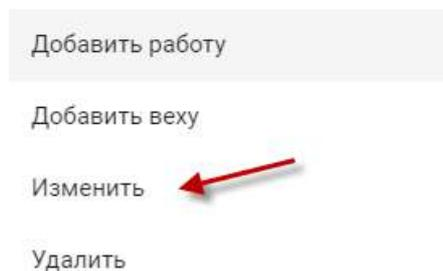

Рисунок 79 — Пункты меню действий карточки
- Система откроет меню с пунктами для выбора действий (см.рис.79);